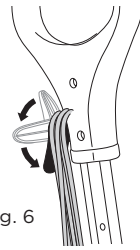

fig. 6
- 6 Branchez le cordon d'alimentation dans une prise électrique. Le bouton du **CONTRÔLE DE VAPEUR** clignotera bleu (fig. 6).